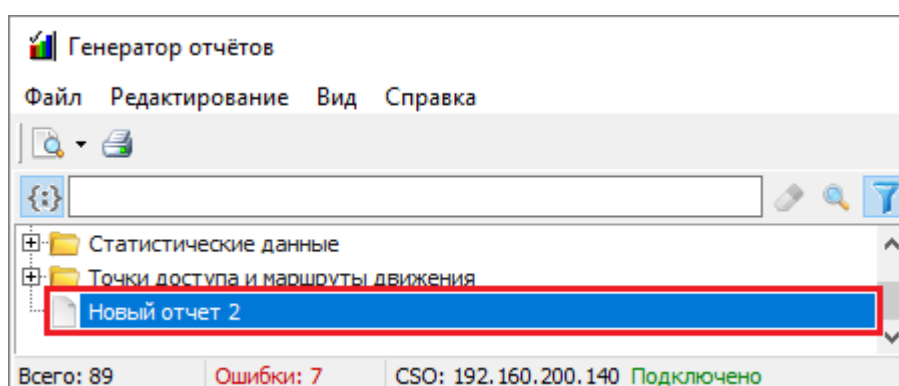

Рисунок 10-294 Переименованный отчет в списке отчетов
- в списке отчетов (см. п. 10.5.3.2) для отчета/ группы отчетов отобразится новое наименование (см. Рисунок 10-294);